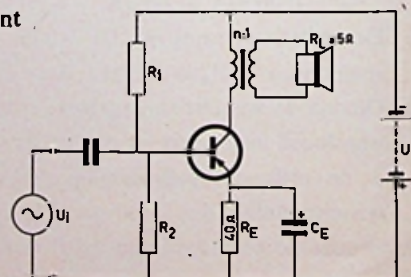
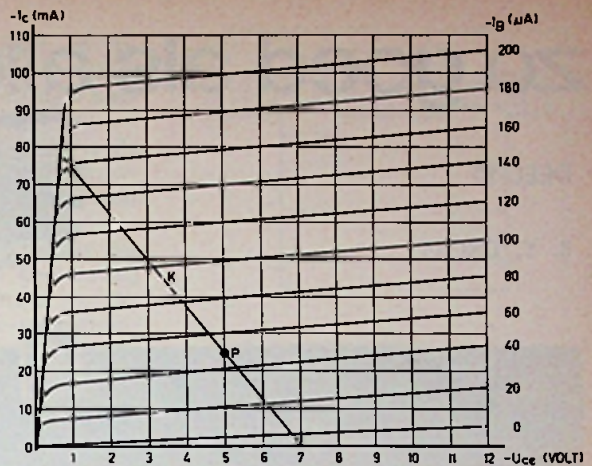

Fig. 12
Fig. 13
5 Een uitgangstransistor in een LF-versterker is geschakeld volgens fig. 12. Van deze transistor is in fig. 13 een bundel  $I_C-U_{CE}$ -karakteristieken gegeven. De instelling is zodanig dat P het instelpunt is en k de werklijn. Men mag de volgende benaderingen gebruiken:
1. Uit het in fig. 13 gegeven werkpunt P blijkt dat de
collectorstroom 25 mA is. Omdat de basisstroom zeer klein is t.o.v. de collectorstroom, kan de emitterstroom gelijk aan de collectorstroom worden gesteld. Op  $R_E$  staat dus een spanning van  $40 \times 0,025 = 1$  volt. Omdat tussen collector en emitter een spanning van 5 volt staat (zie punt P in fig. 13) en de weerstand van de transformatorwikkelingen mag worden verwaarloosd, is de voedingspanning  $U = 1 + 5 = 6$  volt.
- Uit fig. 13 volgt dat bij het instelpunt P de maximale onvervormde wisselspanning 2 volt bedraagt (topwaarde) en de maximale onvervormde wisselstroom 25 mA (eveneens topwaarde).